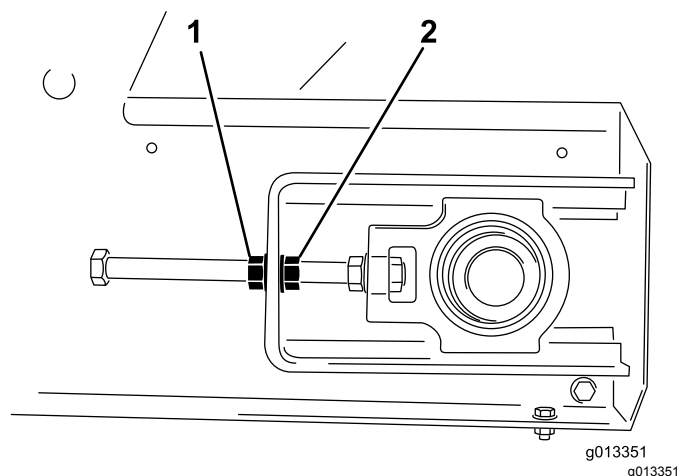

Figure 55
4. Avec deux clés, immobilisez l'extrémité de la tige de tension et desserrez l'écrou de blocage qui est celui le plus près de l'extrémité de la tige (Figure 55).
de réglage de la valeur de deux pans (Figure 55).